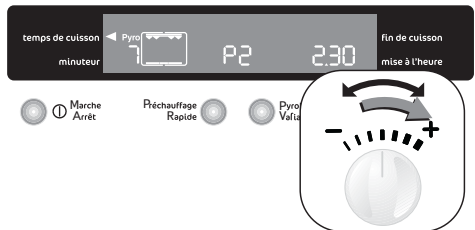

Fig. 21
4. Le voyant "Temps de cuisson"  clignote. Pendant ce temps, tournez la commande **Température / Temps** jusqu'à la position  pour sélectionner la position **Pyrolyse 1 (P 1)** ou **Pyrolyse 2 (P 2)** (Fig. 21).